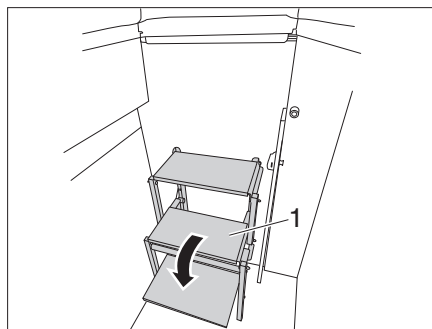

Bild 60 Trittleiter ausklappen
- Trittleiter (Bild 60,1) ausklappen.
- Trittleiter (Bild 60,1) einklappen.